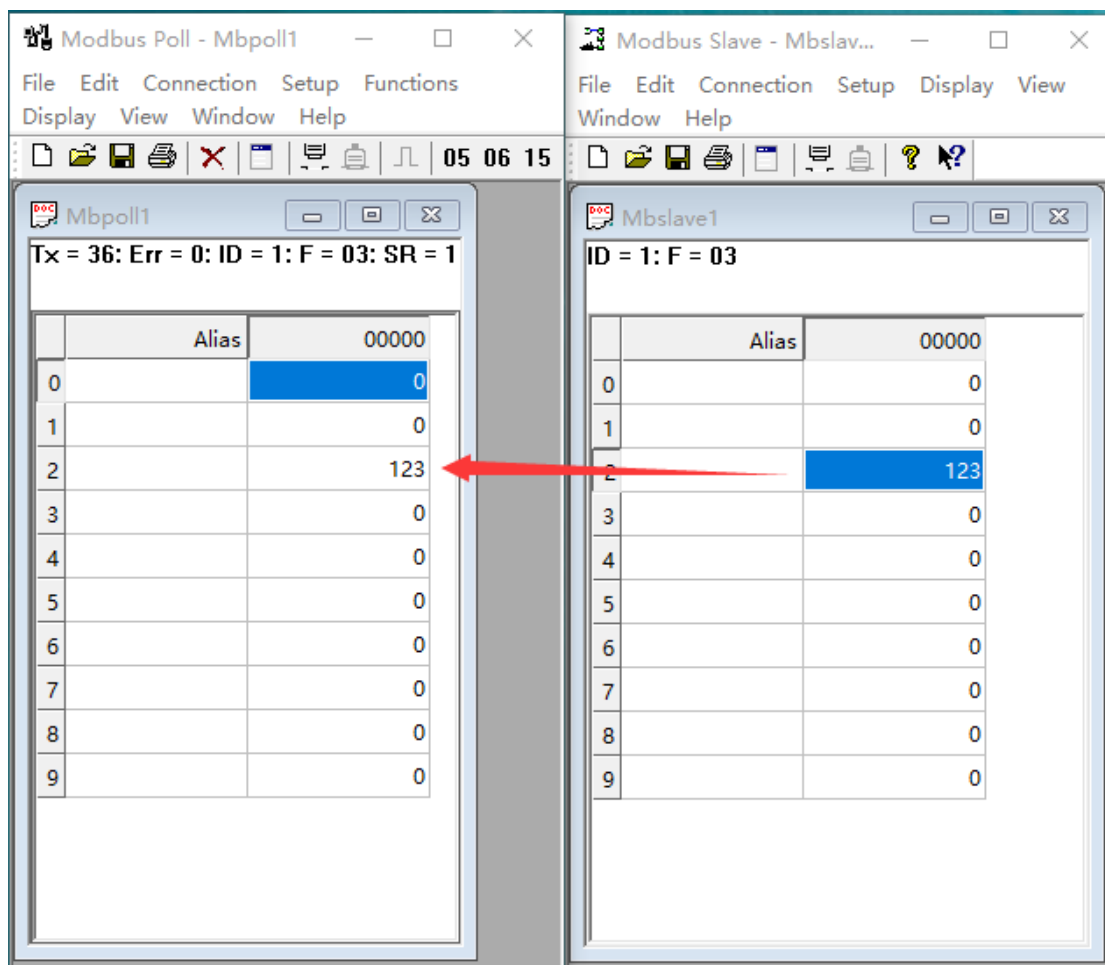

图 6-27 MODBUS 通信测试
(7) 分别点击 “Connection” 实现连接，如图 6-27 所示。